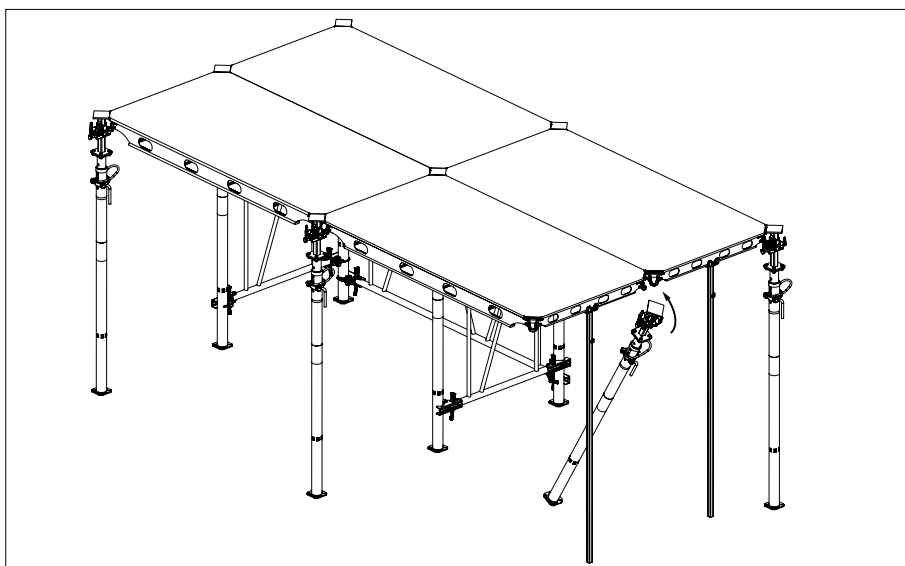

Fig. A5.13
6. Inserire il puntello in posizione con il cuneo orientato nel senso più corto per facilitare il disarmo. (Fig. A5.13)